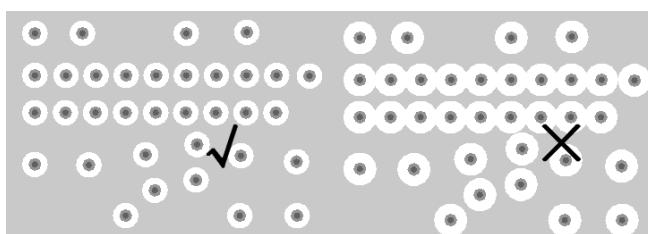

图 15-22 LPDDR2 的平面完整性
(5) VREF 的处理：VREF 尽量靠近芯片；VREF 走线尽量短，且与任何数据线分开，保证其不受干扰（特别注意相邻上下层的串扰）；VREF 只需要提供非常小的电流（输入电流大概为 3mA）；每一个 VREF 管脚都要靠近管脚加 1nF 旁路电容（每路电容数量不超过 5 个，以免影响电源跟随特性）；线宽建议不小于 10mil。
(6) 保证平面完整性：DDR 部分的平面完整性会直接影响 DDR 性能及 DDR 兼容性；在设计 PCB 的时候，注意过孔不能太近，以免造成平面割裂，一般推荐两孔中心间距大于 32mil，两孔之间可以穿插铜线，如图 15-22 所示。